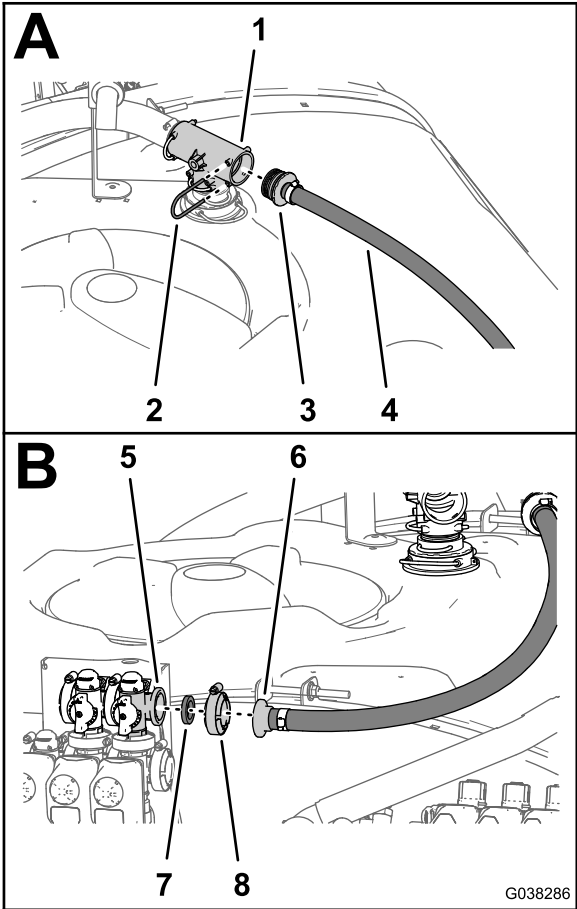

图68
- 在打药车药缸顶部将普通软管的直通宝塔接头2.5 x 110cm装入 T 形接头的后端口图68。
- 将直通宝塔接头的法兰和垫片1 x 1 $\frac{3}{8}$ 英寸与旁通阀的法兰对齐 图68。